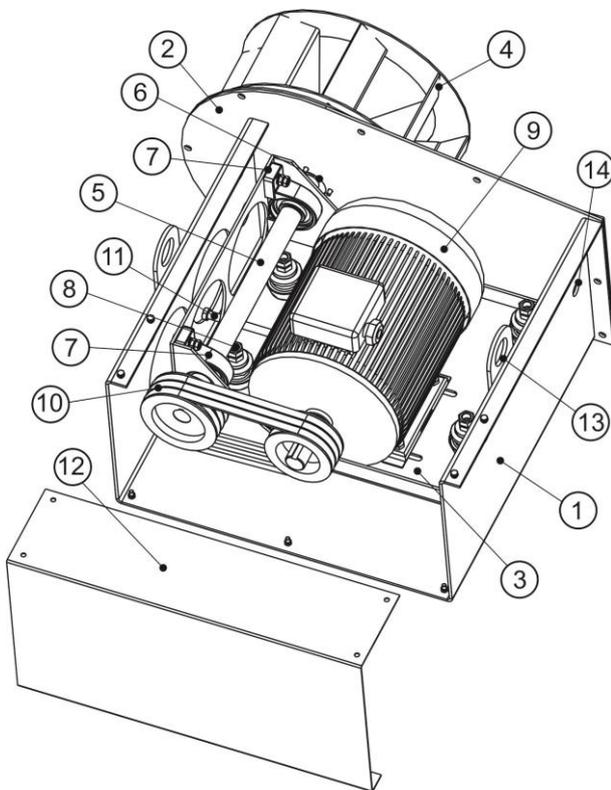

Рис. 8 Вентилятор наддува.
Вентилятор наддува (Рис. 8) состоит из: корпуса (1) с приваренной лобовиной (2), базы привода (3), рабочего колеса (4), вала (5), резинового уплотнения (6), подшипниковых опор УКР-210 (7), виброизоляторов (8), электродвигателя (9), клиноременной передачи (10), винтов натяжения ремней (11), защитного кожуха (12), петель (13) поддерживающих талрепов, кабельного ввода (14).
Делительный ротор (Рис. 8) состоит из диска (1) с прямоугольными пазами и сварной втулкой, сменных лопастей (2), кольца (3) с прямоугольными пазами, стяжных болтов (4).